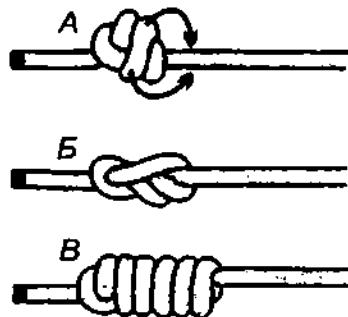

Рис. 93. А – стивидорный узел первой формы – францисканский узел; Б – стивидорный узел второй формы; В – францисканский узел со шлагами.
**Стивидорный узел со шлагами, как и кровавый узел,** имеет две формы: когда шлаги ложатся от петли в сторону коренного конца, и, когда шлаги ложатся от коренного конца в сторону петли (рис. 93 А, Б). Вторая форма стивидорного узла имеет своё собственное название – **францисканский узел** (рис. 93 В). Один узел легко можно превратить в другой, сдвигая шлаги, как у **кровавого узла**.